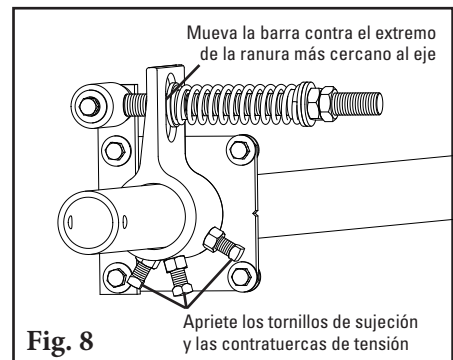

Fig. 8
- Aplique tensión a la hoja en la banda.** Gire la hoja hasta que haga contacto con la banda. Mientras sostiene el buje del resorte fijo sobre el brazo de torsión, gire el brazo de torsión hasta que el brazo del pivote quede contra el extremo de la ranura más cercana al eje. Apriete los tornillos de sujeción y las contratuercas de tensión en el brazo de torsión (Fig. 8).